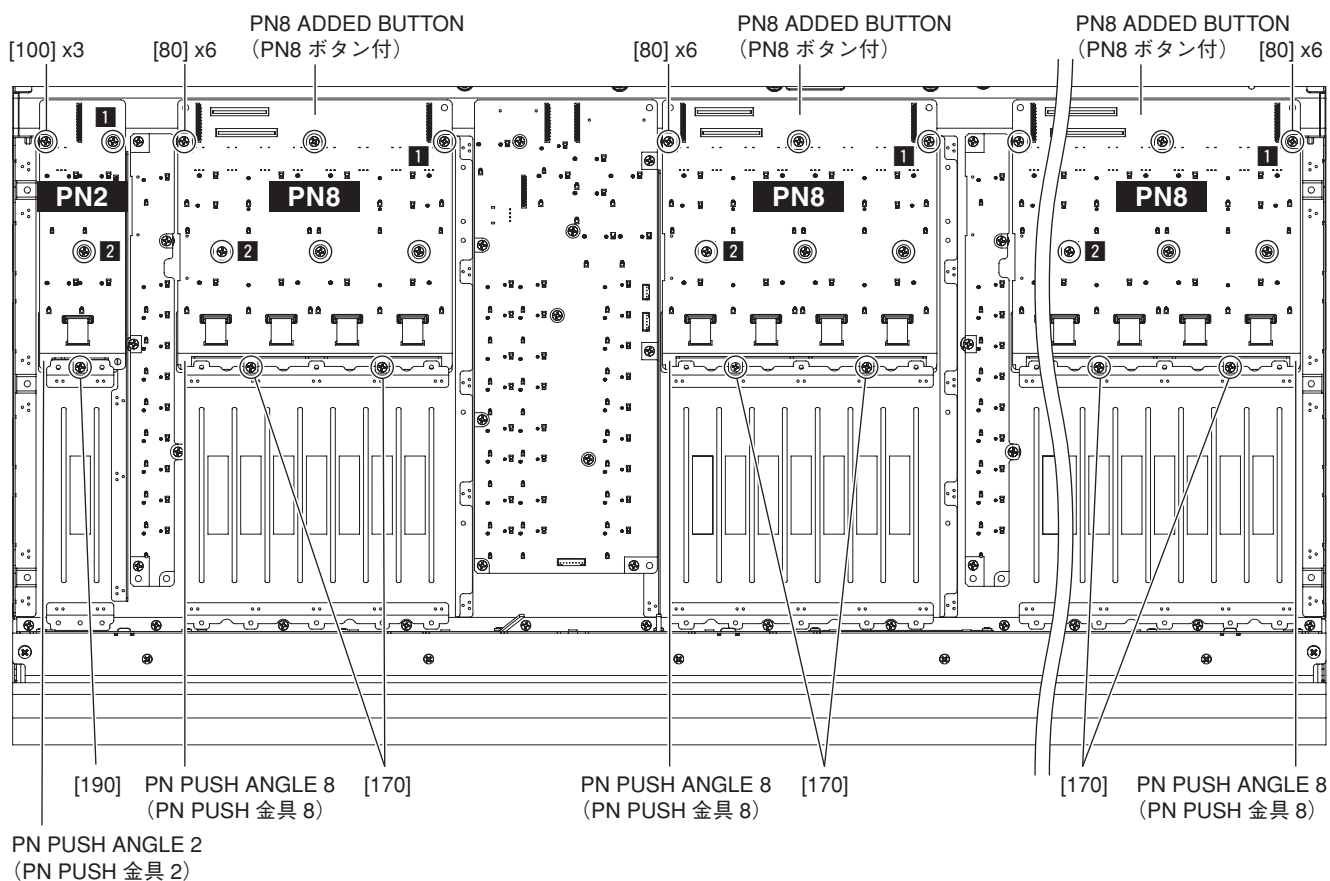

Fig. 10 (図 10)
- B-8-4. Remove the screw marked [190]. The PN push angle 2 can then be removed. (Fig. 10)
- B-8-5. Remove the three (3) screws marked [100]. The PN2 circuit board can then be removed. (Fig. 10)
* **When installing the PN2 added button, tighten the screws **1** and **2** shown in fig. 10 in numerical order and then tighten the other screws.**
- B-8-4. [190] のネジ 1 本を外して、PNPUSH 金具 2 を外します。(図 10)
- B-8-5. [100] のネジ 3 本を外して、PN2 シートを外します。(図 10)
- ※ **PN2 シートを取り付ける際は、図 10 に示す **1**、**2** の順にネジを締めてから他のネジを締めてください。**
- B-10-3. Remove the two (2) screws marked [170]. The PN push angle 8 can then be removed. (Fig. 10)
- B-10-4. Remove the six (6) screws marked [80]. The PN8 added button can then be removed. (Fig. 10)
* **When installing the PN8 added button, tighten the screws 1 and 2 shown in fig. 10 in numerical order and then tighten the other screws.**
- B-10-3. [170] のネジ 2 本を外して、PNPUSH 金具 8 を外します。(図 10)
- B-10-4. [80] のネジ 6 本を外して、PN8 ボタン付を外します。(図 10)
- ※ **PN8 ボタン付を取り付ける際は、図 10 に示す 1、2 の順にネジを締めてから他のネジを締めてください。**